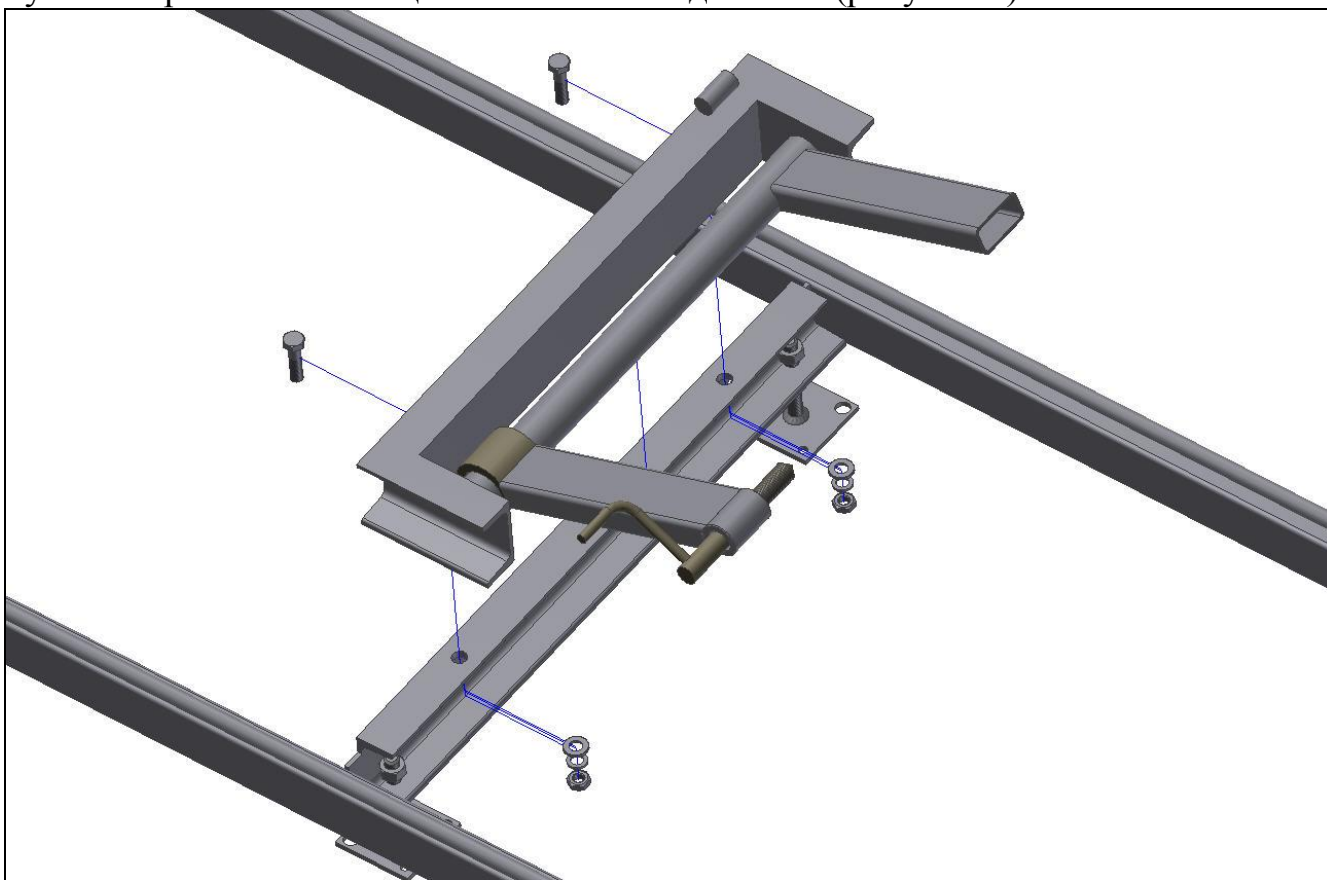

Рисунок 3 – Установка креплений бревна
6.2.7 Установить механизмы крепления бревна на собранный рельсовый путь и закрепить с помощью болтовых соединений (рисунок 3).